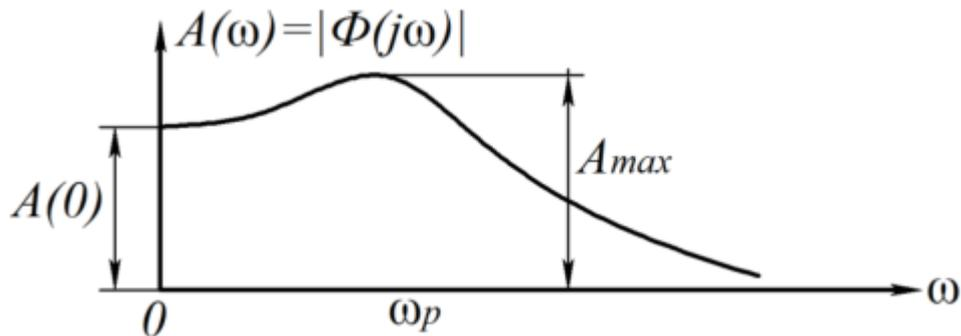

Рис.5 – АЧХ замкнутой системы
**Косвенные показатели качества**, определяемые по АЧХ замкнутой системы. Оценками качества являются показатель колебательности  $M$  (рис.5).